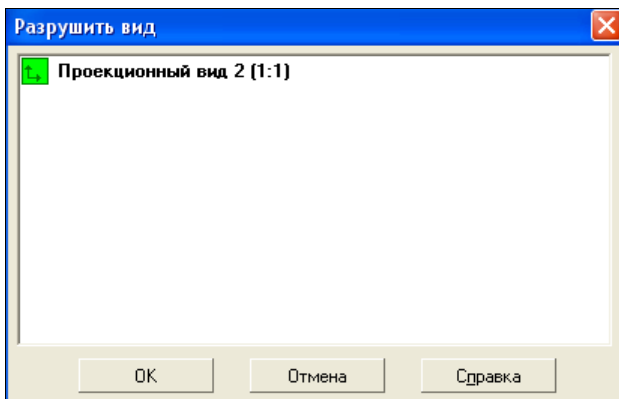

Рис. 20.17. Диалоговое окно **Разрушить вид**
- ♦ из контекстного меню вида выберите команду **Разрушить вид** . Система выведет на экран диалоговое окно **Разрушить вид** (рис. 20.17);